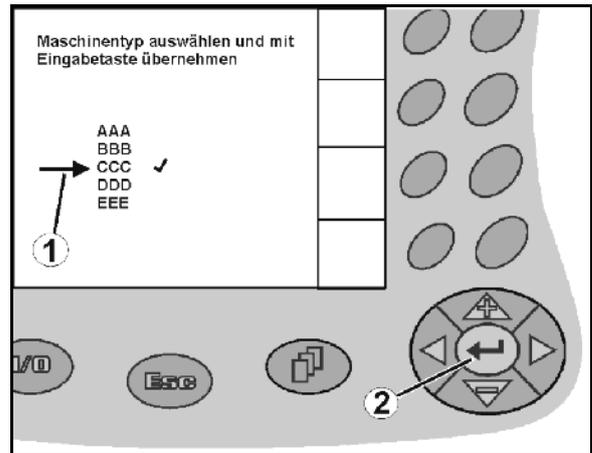

Fig. 16
1. Positionner la sélection (Fig. 16/1) avec
2. Valider la sélection (Fig. 16/2).